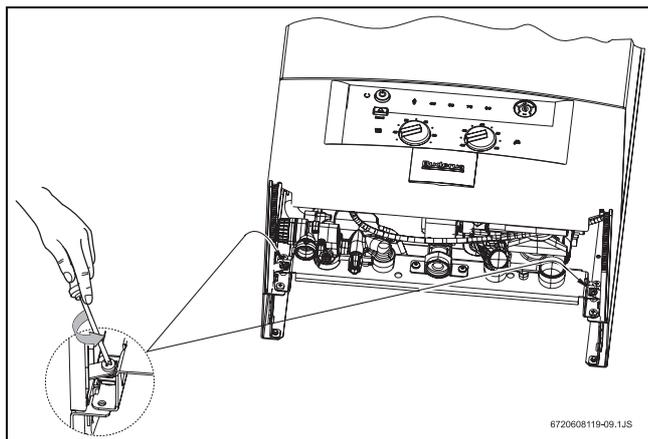

Fig. 8 Viti di fissaggio quadro comandi
- Rimuovere le viti di fissaggio a destra ed a sinistra, nella zona inferiore del quadro comandi (vedi Fig. 8).